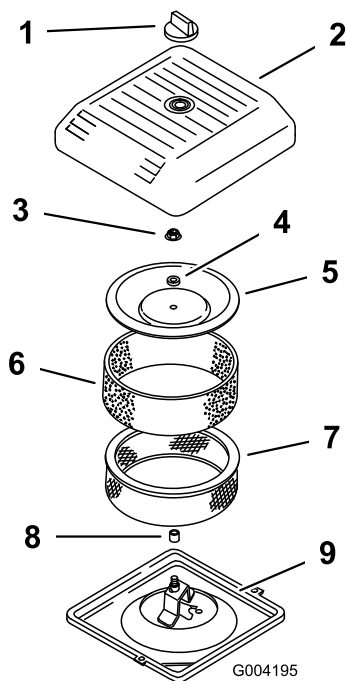

Figura 18
2. Desenrosque el pomo y retire la cubierta del limpiador de aire (Figura 18).
3. Deslice cuidadosamente el prefiltro de gomaespuma para separarlo del elemento de papel (Figura 18).
4. Desenrosque la tuerca de la tapa y retire la tapa, el espaciador y el filtro de papel (Figura 18).
2. Coloque el conjunto del limpiador de aire sobre su base (Figura 18).
3. Instale la tapa y el espaciador y fíjelos con la tuerca de la tapa (Figura 18). Apriete la tuerca a 11 Nm.
4. Instale la cubierta del limpiador de aire y fíjela con el pomo (Figura 18).